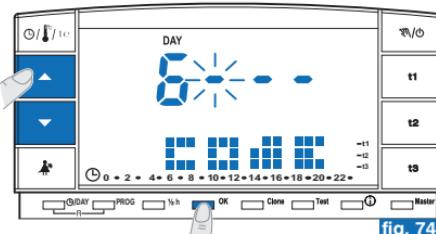
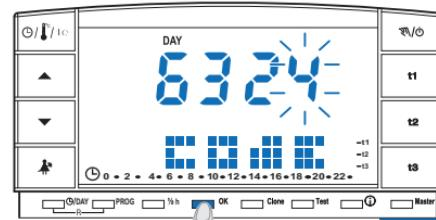

fig. 74
fig. 75
- Configurar el número deseado con las teclas ; confirmar con la tecla **OK** (ej. fig. 74). Seguir el mismo procedimiento para los otros tres guiones (ej. fig. 75).
- Introducir la actual contraseña con las teclas **▲▼**; confirmar cada valor con la tecla **OK** (ejemplo fig. 75).